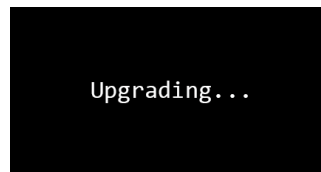

图 32 离线编程器升级界面 2
- 3) 同时短按 KEY1 和 KEY2 按键，离线编程器开始升级主板固件，此时，LED1 灯为绿色常亮，LED2 灯绿色快闪，带屏版离线编程器屏幕显示如图 32 所示：